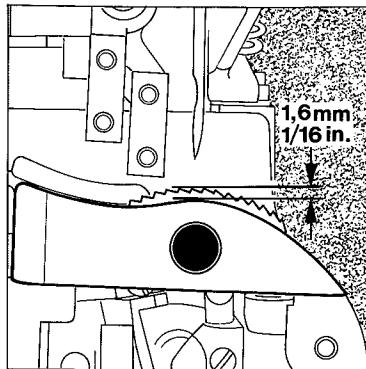
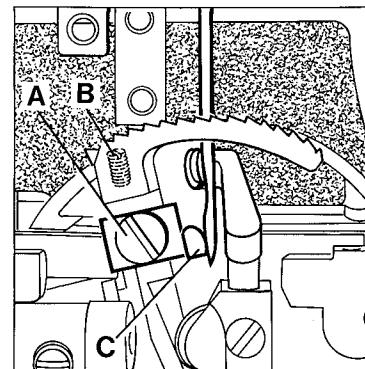

Fig.9
Fig.10
The lower feed dog is set correctly when its teeth rise slightly more than the depth of a full tooth (approx. 1.6 mm/ 1/16 inch) above the throat plate (see Fig.9). To raise or lower the feed dog loosen screw (A, Fig.10) and set the feed dog to the specified height. Retighten screw (A). Now reset stop screw (B) in feed dog to maintain the adjusted feed dog height.
Set the needle guard (C, Fig.10) so that it just touches the needle when it is at its most forward point of travel. To move guard forward or backward loosen screw (A) and move needle guard as required. Retighten screw.
Der untere Transporteur ist richtig eingestellt, wenn die Transporteurzähne die Stichplatte etwas mehr als eine volle Zahnhöhe (ca. 1,6 mm) überragen (siehe Fig.9). Zum Höher- oder Tieferstellen des Transporteurs lösen Sie die Schraube (A, Fig.10) und stellen den Transporteur auf die vorgeschriebene Höhe. Ziehen Sie die Schraube (A) wieder an. Nun stellen Sie die Anschlagschraube (B) im Transporteur so, daß die eingestellte Transporteurhöhe erhalten bleibt.
Stellen Sie den Nadelanschlag (C, Fig.10) so, daß er die Nadel gerade leicht berührt, wenn er am vordersten Punkt seiner Bewegung steht. Zum Verstellen des Anschlags nach vorne oder hinten lösen Sie die Schraube (A) und stellen den Anschlag entsprechend ein. Ziehen Sie die Schraube wieder an.